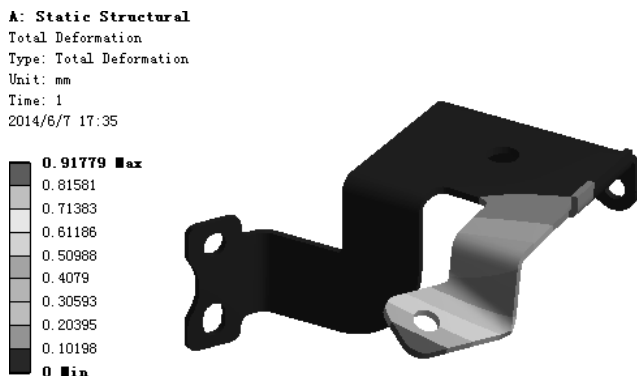

图 7.9.7 位移变形结果图解
(3) 查看位移变形结果图解。在“Outline”窗口中选中  **Total Deformation**，查看图 7.9.7 所示的位移变形结果，其最大位移为 0.91779 mm。